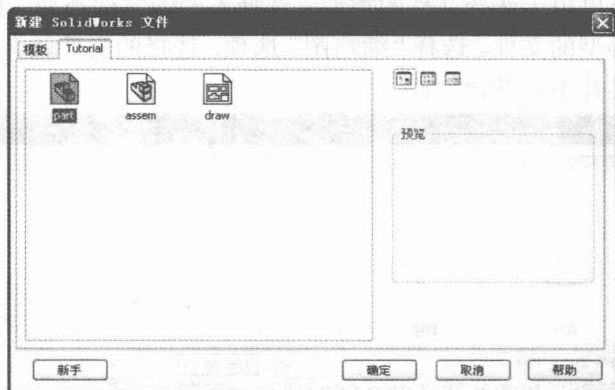
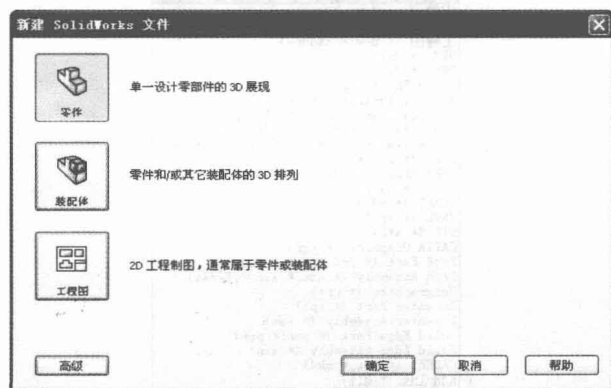

图 1-3 “新建 SolidWorks 文件”对话框
图 1-4 新手版本“新建 SolidWorks 文件”对话框
(1) 执行命令。执行“文件”→“新建”菜单命令，或者单击“标准”工具栏中的“新建”图标按钮, 执行新建文件命令。
(2) 选择文件类型。此时系统弹出如图 1-3 所示的“新建 SolidWorks 文件”对话框。在该对话框中有三个图标，分别是零件、装配体及工程图三个图标。单击对话框中需要创建文件类型的图标，然后单击“确定”按钮，就可以建立相应类型的文件。
高级版本在各个标签上显示模板图标的对话框，当您选择某一文件类型时，模板预览出现在预览框中。在该版本中，用户可以保存模板添加自己的标签，也可以选择 tutorial 标签来访问指导教程模板，如图 1-3 所示。
单击图 1-3 中的“新手”按钮就会进入新手版本显示模式，如图 1-4 所示。该版本中使用较简单的对话框，提供零件、装配体和工程图文档的说明。